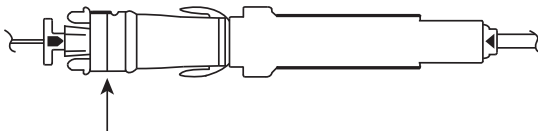

Abbildung 4: Vollständig in der Sonde sitzender Applikator
Achtung: Für die ordnungsgemäße Pellet-Freisetzung muss die gelbe Applikatoranzeige (D) vollständig an der Sonde anliegen und mit dem roten Pfeil ausgerichtet sein (siehe Abbildung 4).